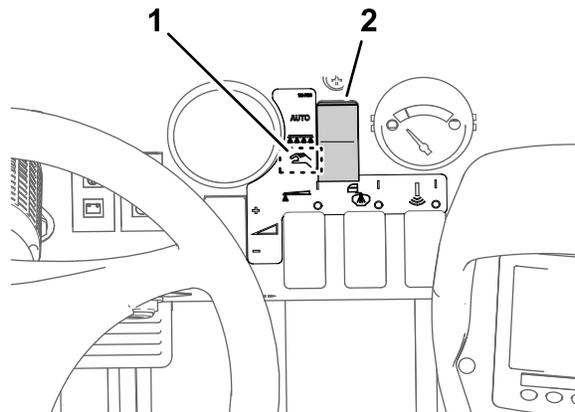

Figura 38
2. Acione o botão do modo de pulverização para o Modo manual (Figura 38).